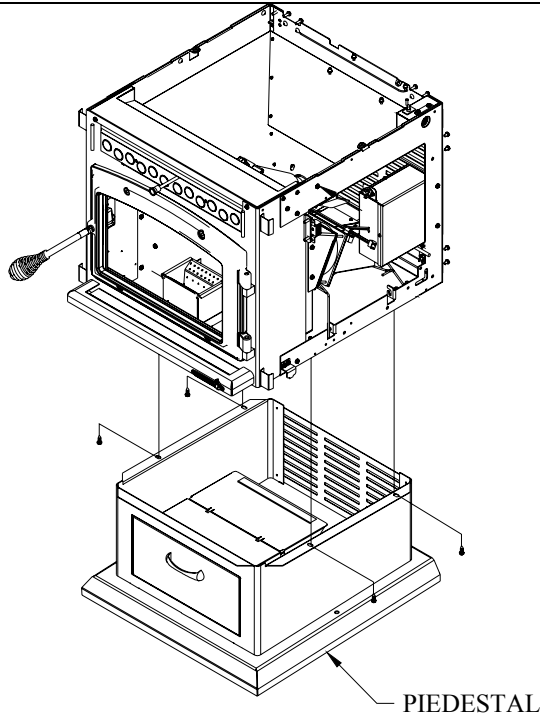

Figure 7
- 1- Visser le poêle au piédestal à l'aide des 4 vis.(Figure 7)